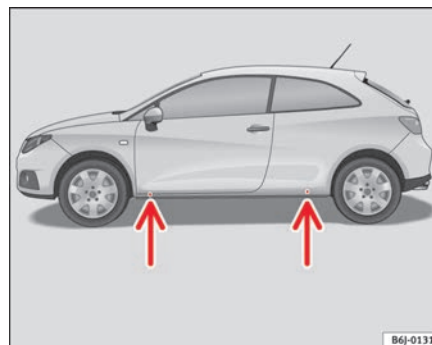

Abb. 136 Aufnahme-
- Suchen Sie den Aufnahmepunkt am Unterholm, der dem zu wechselnden Rad am nächsten liegt ⇒ Seite 219, Abb. 136.
Am Unterholm kennzeichnen jeweils vorn und hinten Eindrückungen die Stellen, an denen der Wagenheber angesetzt werden darf ⇒ Seite 219, Abb. 136. An jedem Rad ist eine Stelle für den Wagenheber vorgesehen. An anderen Stellen darf der Wagenheber nicht angesetzt werden.